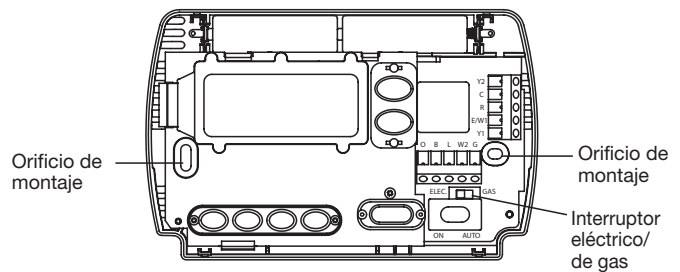

Figura 1 – Base del termostato
5. Fije la base a la pared sin ajustarla demasiado, como muestra la figura 1, usando dos tornillos de montaje. Coloque un nivel contra la parte inferior de la base, ajústela hasta que quede bien nivelada y luego apriete los tornillos. (Esto es por razones estéticas solamente y no afectará el funcionamiento del termostato.) Si utiliza los orificios de montaje existentes, o si los orificios perforados son demasiado grandes y no le permiten ajustar bien la base, use anclajes plásticos para fijar la subbase.
Este termostato está configurado de fábrica para operar un sistema de aire forzado con combustible fósil (gas, aceite, etc.) de calor/frío. Está correctamente configurado para cualquier sistema que NO requiera que el termostato energice el ventilador en una llamada de calor. Si su sistema es un sistema eléctrico o de bomba de calor que REQUIERE que el termostato encienda el ventilador en una llamada de calor, ubique el interruptor ELEC/GAS en la parte trasera del termostato (vea la figura 1) y colóquelo en la posición **ELEC**. Esto permitirá al termostato energizar el ventilador inmediatamente en una llamada de calor. Si no está seguro si el sistema de calefacción/refrigeración requiere que el termostato controle el ventilador, póngase en contacto con un servicio técnico de calefacción y aire acondicionado calificado.
El termostato viene de fábrica con 2 pilas alcalinas "AA" aisladas con una etiqueta para evitar que se descarguen. Debe retirar la tira de papel para poder enganchar las pilas en su lugar. Si aparece el mensaje "**BATT**", significa que las pilas tienen poca carga y deben cambiarse. Para obtener resultados óptimos, cambie todas las pilas por pilas alcalinas nuevas de alguna marca líder como Duracell®. Para cambiar las pilas, coloque el botón SYSTEM en **OFF** e instale las pilas a lo largo de la parte superior de la base (vea la figura 1). Las pilas deben instalarse con los polos positivos (+) hacia la izquierda.